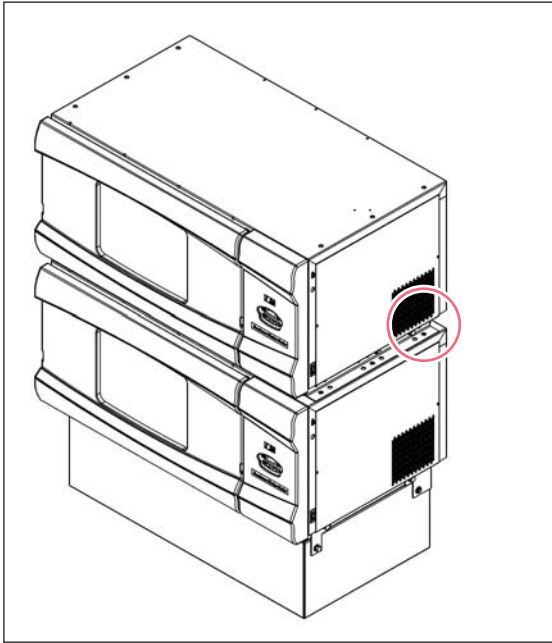

Fig. 4-10: Fissare l'unità alle guide di impilamento
4. Fissare il fondo dell'agitatore superiore sulle guide di impilaggio laterali utilizzando le sei viti da $\frac{1}{2}$ -13 x 1 pollici, le rispettive rondelle di arresto e le altre rondelle fornite in dotazione (cerchiate in rosso in Fig. 4-10). Fissare l'unità superiore anche alla guida di arresto servendosi delle tre viti a testa esagonale da $\frac{1}{4}$ -20 x 5/8 pollici, delle rispettive rondelle di arresto e delle altre rondelle.